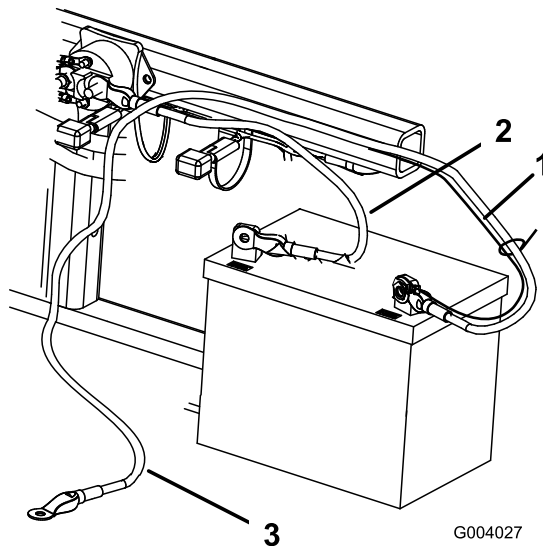

Bild 5
2. Befestigen Sie das Pluskabel (rot) mit einer Schraube (1/4" x 5/8") und einer Sicherungsmutter am Pluspol (+) (Bild 5).
3. Befestigen Sie den kleinen schwarzen Draht und das Minuskabel (schwarz) mit einer Schraube (1/4" x 5/8") und einer Sicherungsmutter (1/4") an der Minusklemme (-) der Batterie (Bild 5).